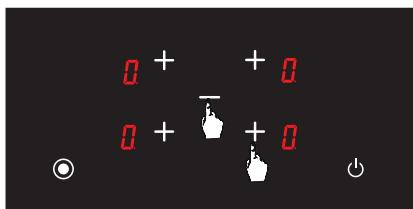

Рис. 7
3. Рівень приготування іжі відповідної зони приготування можна налаштувати від 1 до 9 та від 9 до 1 за допомогою клавіш  та  (див. рис. 7).